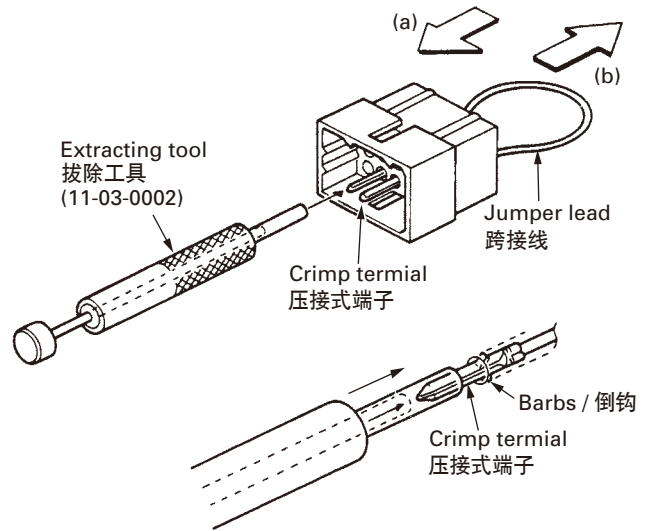

Fig. 1-2 / 图 1-2
Removing the jumper lead (Fig. 1-2)
2. 用拔除工具从连接器壳的第 9 和 12 孔中拆下带跳线的端子。拆下跨接线 (图 1-2)